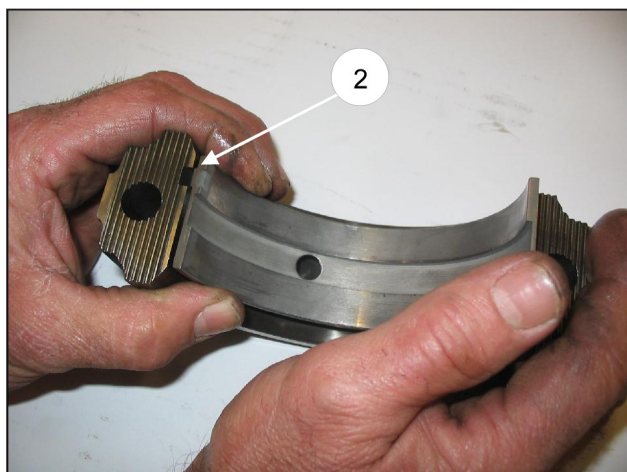

图6/a
如果已拆除活塞导向杆，在组装它们前，应确保O形密封环(①, 图6/b)的定位正确，如有必要则更换。